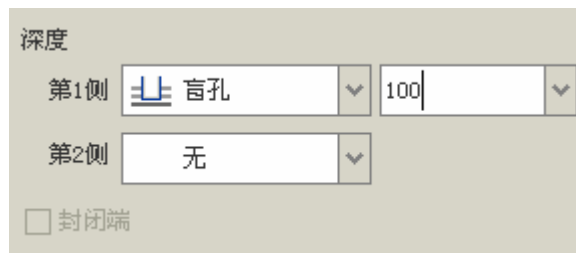

图 1-5
- (7) 单击【选项】按钮，在【选项】面板的【第 1 侧】栏中选择“盲孔”选项，并输入拉伸值为“100”，如图 1-5 所示。